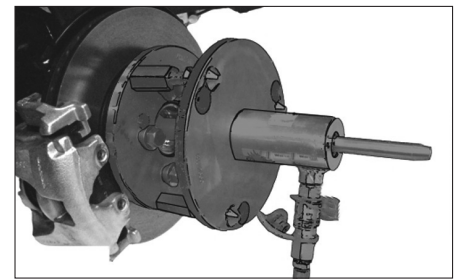

FIG. 7
- le chapeau de palier (3).
- Extraire la transmission du pivot à l'aide d'un extracteur approprié (Fig.7).